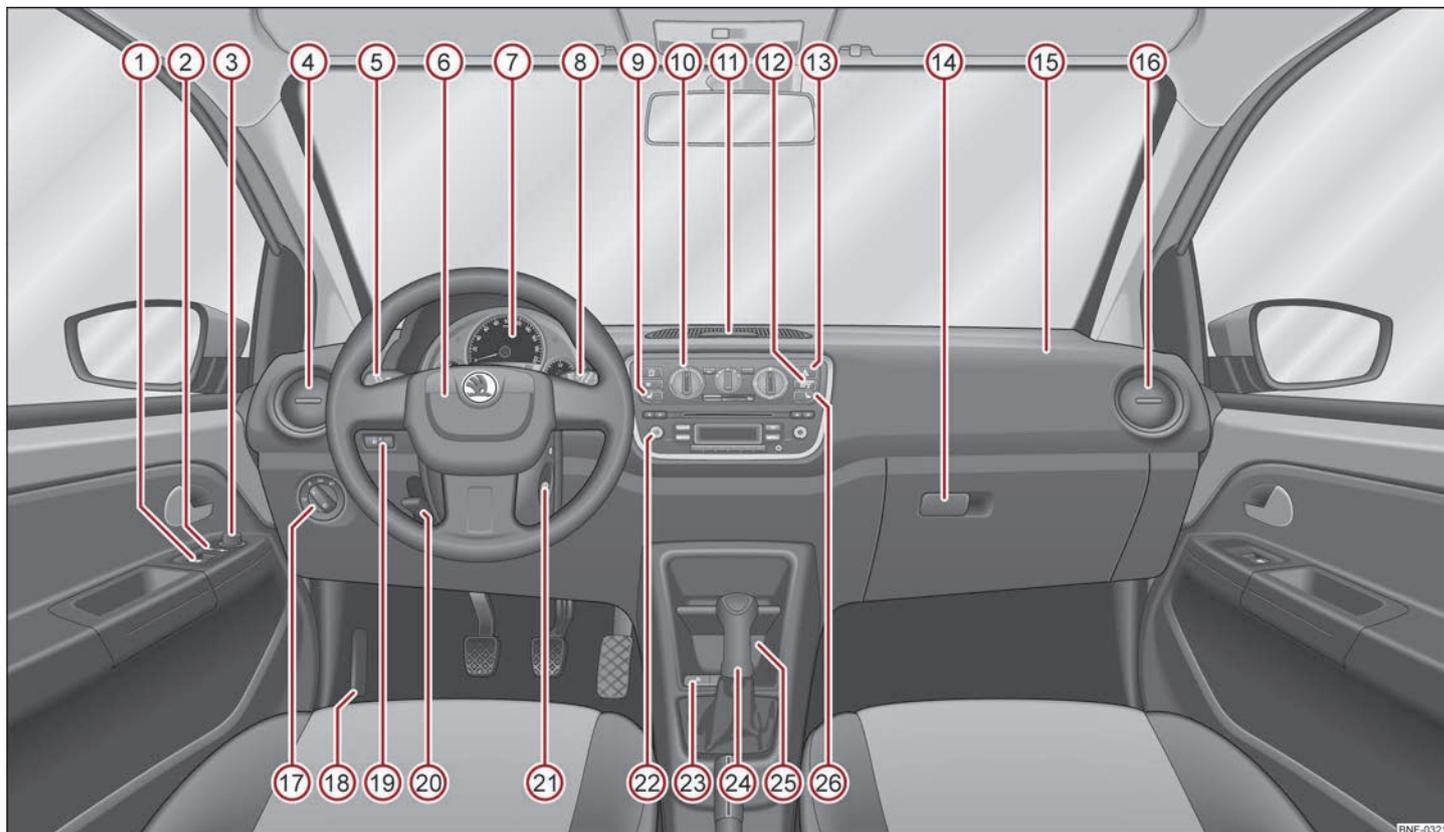

Fig.1 Plancia
- Sui veicoli con guida a destra la disposizione degli elementi di comando è in parte diversa da quella qui => fig. 1 raffigurata. I simboli corrispondono comunque ai singoli elementi di comando. ■